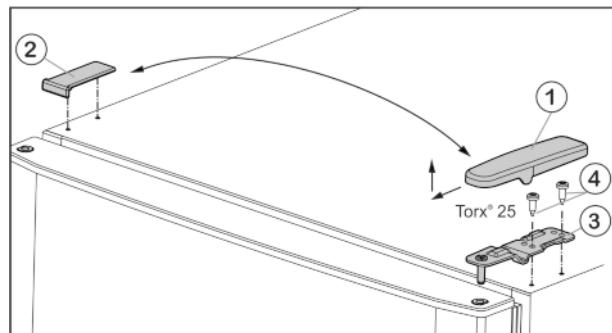

Fig. 4
- ▶ Потяните крышку Fig. 4 (1) вперед и вверх.
- ▶ Снимите крышку Fig. 4 (2).
- ▶ Открутите верхний опорный кронштейн Fig. 4 (3)(2 шт. Torx® 25) Fig. 4 (4) и вытяните вверх.
- ▶ Установите верхний опорный кронштейн Fig. 4 (3) на новой стороне шарнира и защелкните в дверце.
- ▶ Привинтите верхний опорный кронштейн (**с моментом 4 Нм**)(2 шт. Torx® 25) Fig. 4 (4). При необходимости используйте аккумуляторный шуруповерт.
- ▶ Наденьте и защелкните крышку Fig. 4 (1) на противоположной стороне снаружи.
- ▶ Также наденьте сверху и защелкните крышку Fig. 4 (2) на противоположной стороне.